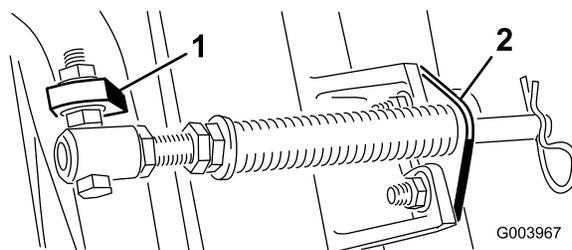

Рисунок 6
стороны выступа, как показано на **Рисунок 6**.
- Д. Присоедините кронштейн штока к выступам режущих блоков с помощью каретных болтов и гаек (**Рисунок 6**).